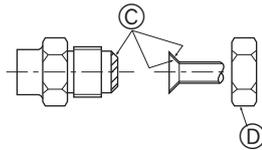

Fig. 5-6
Ⓐ (Fig. 5-6)
Ⓑ (Fig. 5-6)
5.5. Σωλήνες σύνδεσης (Fig. 5-6)